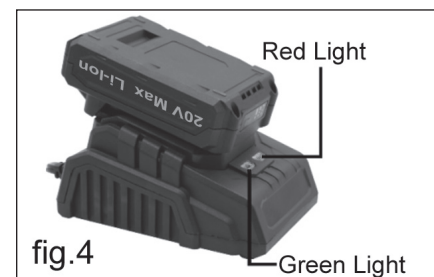

fig.4
- Lorsque la batterie est correctement insérée dans le chargeur et en charge (fig.4), le voyant rouge clignote.